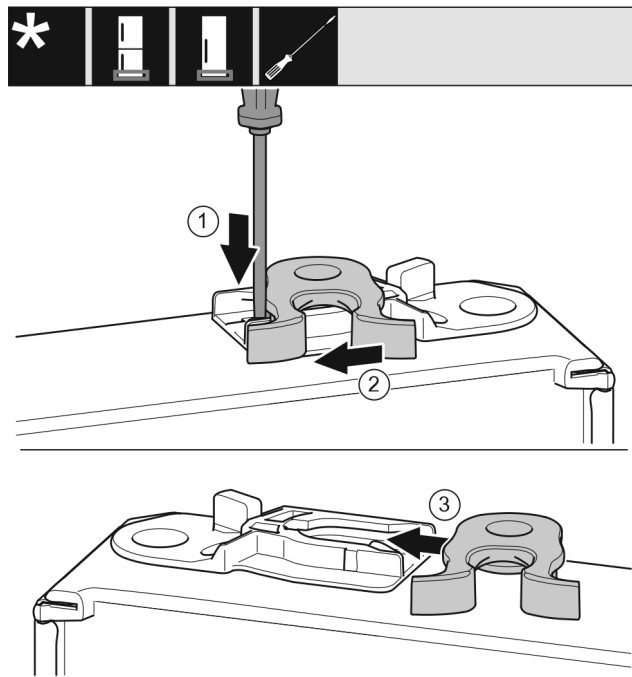

Fig. 19
- ▶ Onderkant van de deur wijst naar boven: Deur draaien. Fig. 19 (1)
- ▶ Lip met sleufschroevendraaier naar onder drukken. Fig. 19 (2)
- ▶ Sluithaak uit de geleiding trekken. Fig. 19 (3)
- ▶ Sluithaak aan de andere kant van de geleiding schuiven. Fig. 19 (3)